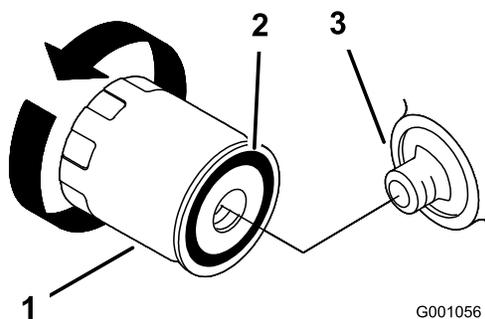

図 21
2. オイル・フィルタを外し、フィルタのアダプタ・ガスケットの表面をきれいに拭く (図 21)。
3. 新しいフィルタのガスケットにオイルを薄く塗る (図 21)。
4. アダプタにフィルタを取り付け、ガスケットがアダプタに当たるまでフィルタを右に回し、そこから更に 2/3~1 回転増し締めする (図 21)。